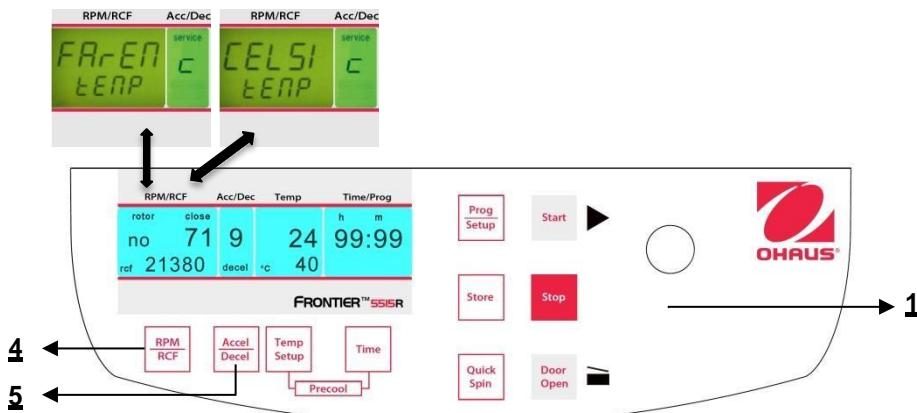

Figura 32
Procedere come descritto al punto 4.1.2 per inserire questa modalità programma e poi premere il tasto **"Accel/Decel"** (5). **Sul display "Acc/Dec" (A-2 compare la parola "Service".** Selezionare adesso la lettera "C" con la manopola di regolazione (1). Di conseguenza, sul display **"RPM | RCF"** (A-1), appaiono le parole **"CELSI/temp"**. Se si preme il tasto **"RPM | RCF"** (4), lampeggia la parola **"CELSI"** e si può modificare il display Fahrenheit **"FAREN"**, con la manopola di regolazione(1) (Vedere figura 32).